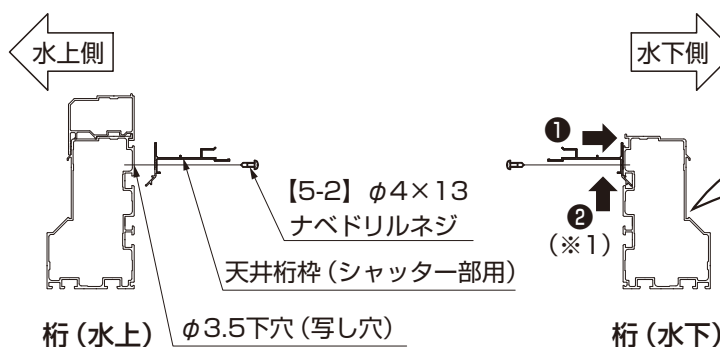

図5-3 スタイルコートの場合
- スタイルコートの場合は、天井桁枠（シャッター部用）を、桁に押し当てた状態で、**上側**に突き当てて、【5-2】で取付けてください。（図5-3参照）